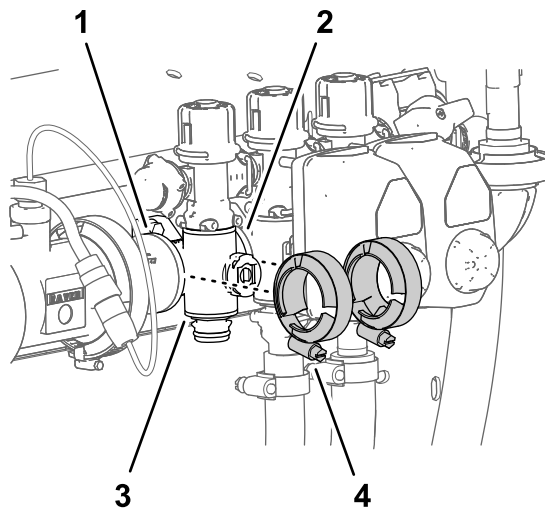

Figure 117
4. Fixez légèrement les colliers bride que vous avez déposés à la section Dépose de la valve de collecteur de section de rampe \(page 84\) sur les brides du collecteur de vanne de section et les brides des autres vannes de section et/ou adaptateur d'accouplement (Figure 117).
- Serrez les 2 colliers bride à la main (Figure 117).